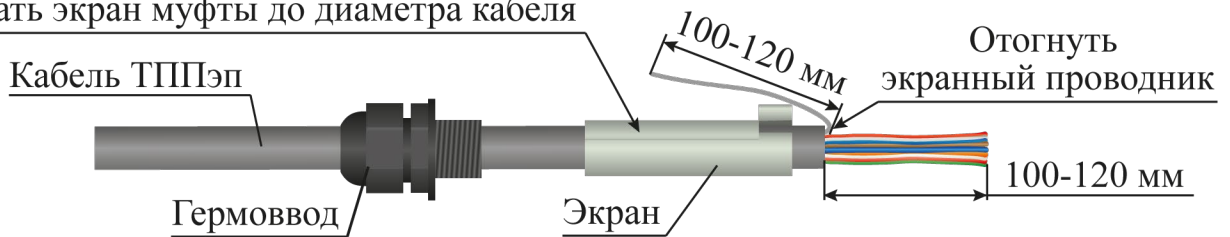

Рисунок 4.32
- надеть на оболочку одной части ремонтируемого кабеля в следующей последовательности: гермоввод, экран муфты соединительной (рисунок 4.32);
- снять оболочку со свободного конца кабеля ТППЭп длиной 100 - 120 мм (рисунок 4.32);
- экранирующий проводник отвести в сторону (рисунок 4.32);